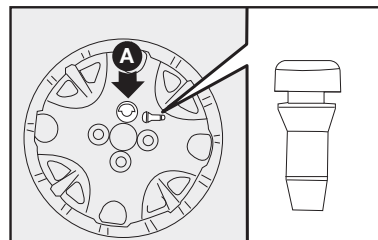

fig. 7
9) Colocar a calota cuidando para que o símbolo ◻◻, na parte interna, fique em correspondência com a válvula, e dessa maneira o furo maior da calota **A-fig. 7** passe pelo parafuso já fixado;